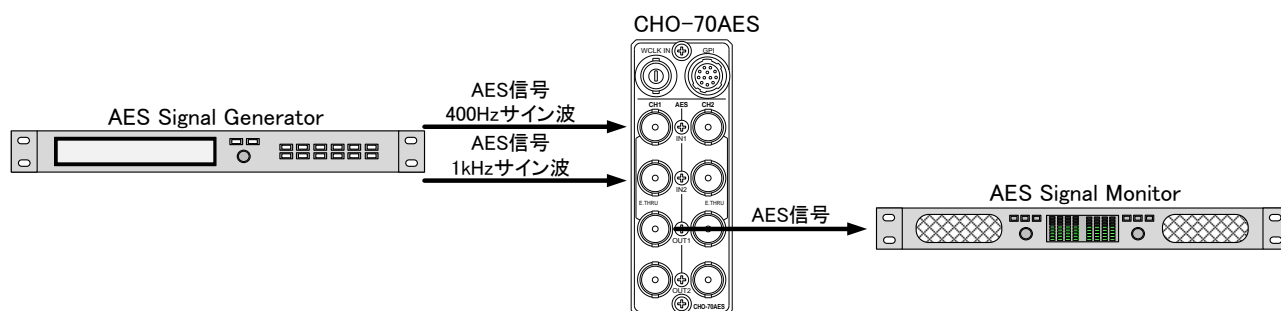

図2.4.1 基本動作チェック
- (1) 「図2.4.1基本動作チェック」に従い、機器を接続し筐体の電源をONにします。
- (2) Vbus筐体に入力するリファレンス信号を内部モジュールに分配する設定にします。